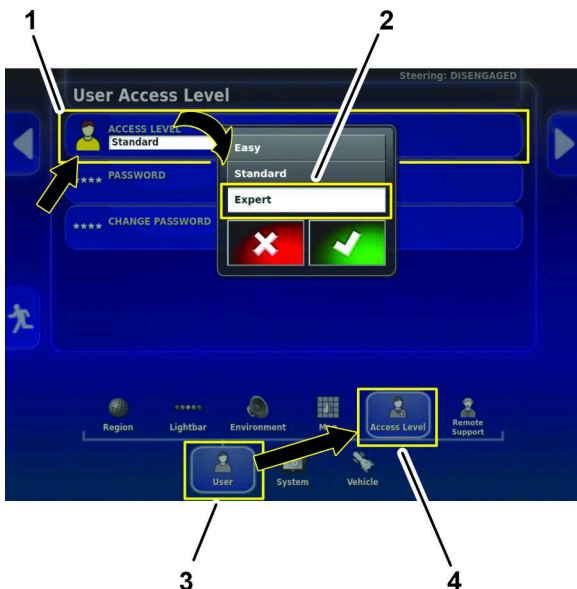

Bild 158
1. Tippen Sie im Einrichtungsbildschirm auf das Symbol BENUTZER und das Symbol ZUGRIFFSEBENE (Bild 158).
2. Wählen Sie auf dem Bildschirm für den Benutzerzugang das Symbol ZUGRIFFSEBENE (Bild 158).
3. Tippen Sie im Dialogfenster auf das Symbol EXPERTE und dann auf das Bestätigen-Symbol (Bild 158).